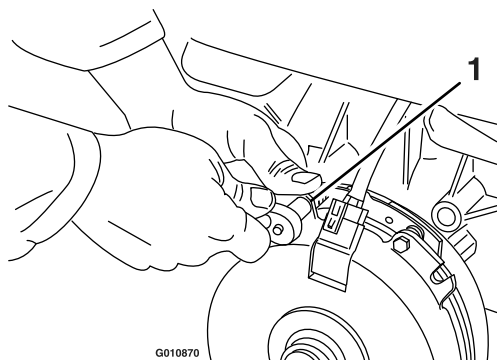

Figure 68
- A. Desserrez les boulons de fixation du frein d'un demi à un tour complet, comme montré à la Figure 68.